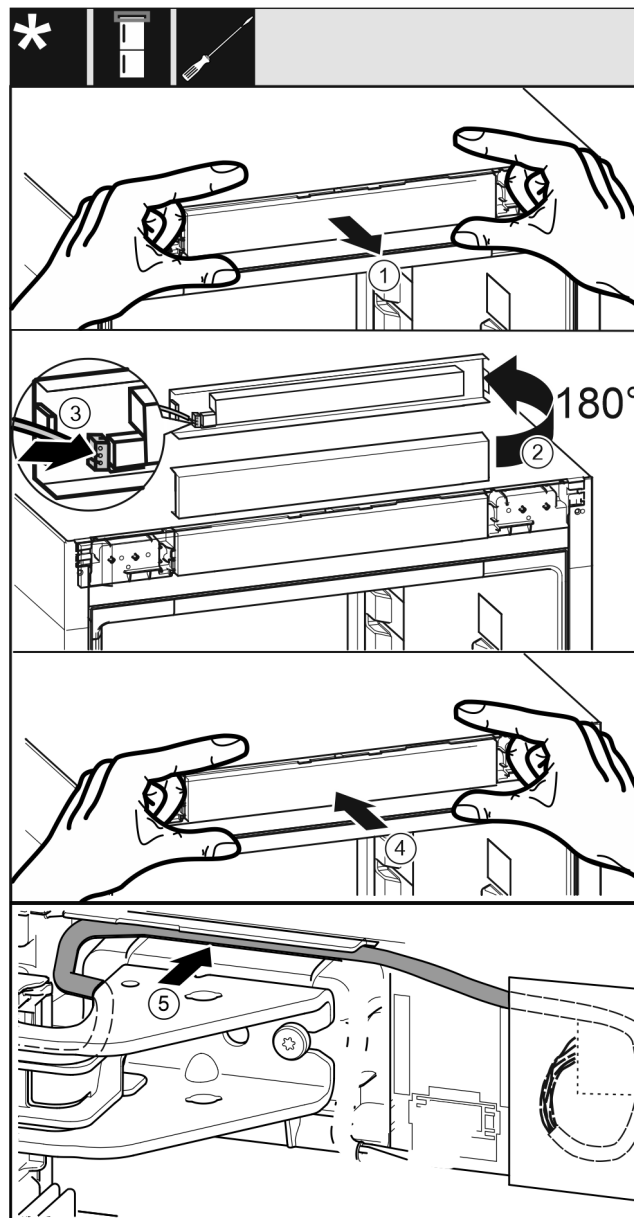

Fig. 44
- Tag forsigtigt betjeningspanelet Fig. 44 (1) ud.
- Drej betjeningspanelet Fig. 44 (2) 180° opad.
- Lad stikket Fig. 44 (3) gå i indgreb i betjeningspanelet.
- Lad betjeningspanelet Fig. 44 (4) gå i indgreb i enheden igen.
- Udlæg forsigtigt kablet Fig. 44 (5) i føringen over det øverste hængsel.